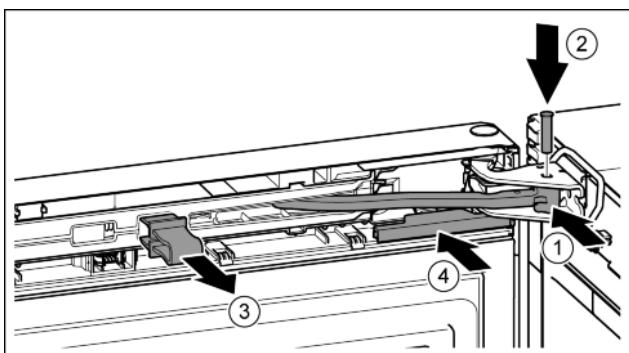

Fig. 42
- Повернуть шарнир в опорном кронштейне. Fig. 42 (1)
- Вставить палец в опорный кронштейн и шарнир. При этом следить за тем, чтобы выступ фиксатора занимал правильное положение в пазу. Fig. 42 (2)
- Снять предохранитель. Fig. 42 (3)
- Надвинуть крышку. Fig. 42 (4)